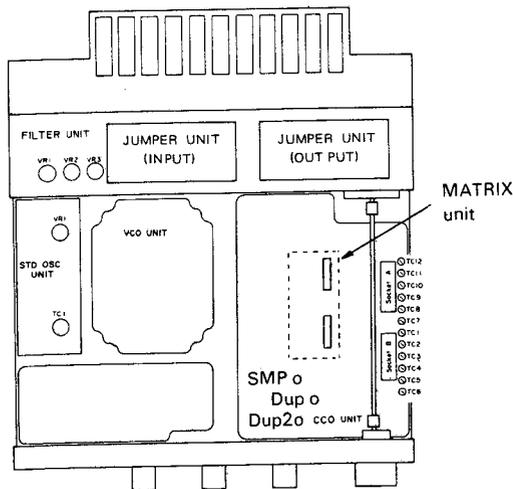

Fig. 1
1. Los puntos a ser modificados y ajustados se muestran en la figure 1.